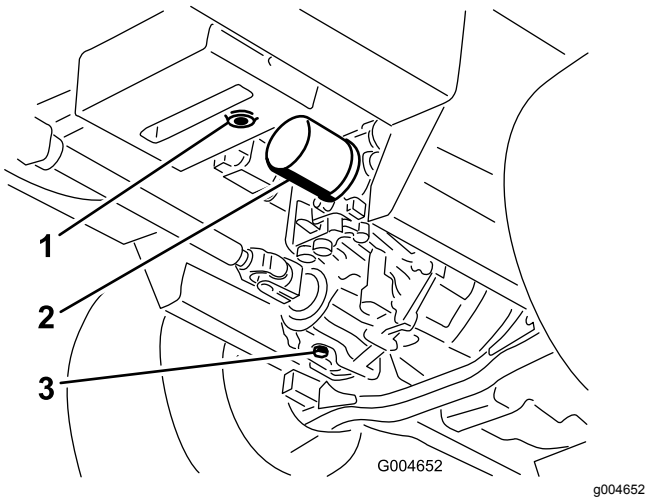

Bild 91
3. Stellen Sie eine große Wanne unter den Hydraulikbehälter und das Getriebe und nehmen Sie die Schrauben ab. Lassen Sie die Hydraulikflüssigkeit ablaufen (Bild 91).
4. Reinigen Sie den Bereich um den Hydraulikölfilter und nehmen Sie den Filter ab (Bild 91).